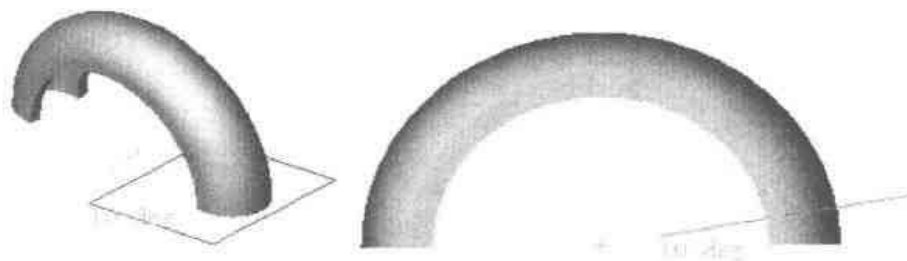

图 2-187 倾斜平面
- 两面夹角：使用临时轴和模型的表面定义一个倾斜 10° 的参考平面，如图 2-187 所示。